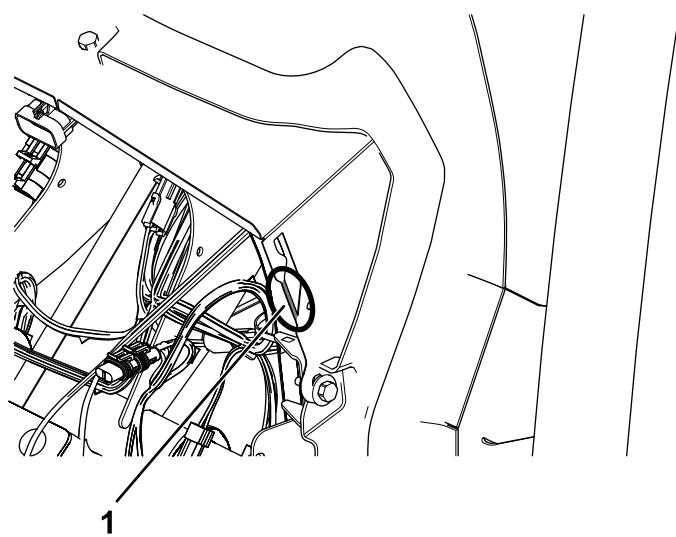

Figura 41
- 3. Con un cortador de latón, retire la espiga de transporte a cada lado de la canaleta de agua (Figura 41).